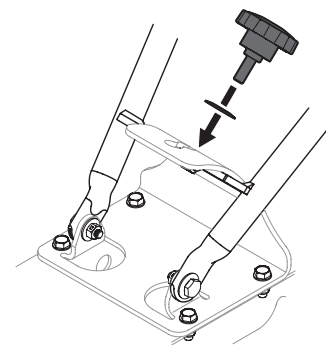

Figure 4
7. Insérez le bouton de réglage de la hauteur du guidon dans la rondelle (0,760 x 1,250 x 0,041), puis dans le trou du support transversal. Voir Figure 4.